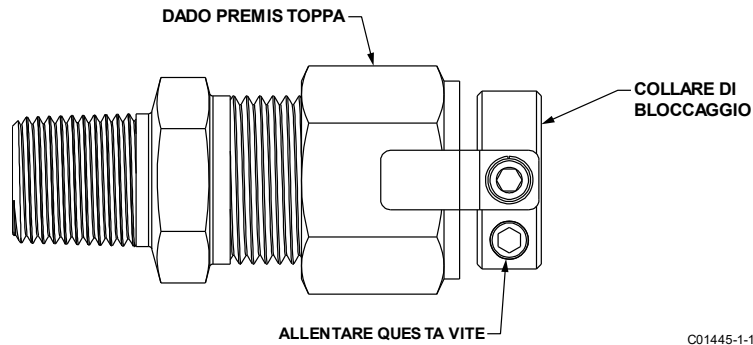

Figura 7 – Dettaglio del collare di bloccaggio della guarnizione premistoppa retrattile
- Allentare la vite a testa cava esagonale sul lato del collare di bloccaggio. Vedasi Figura 7 di seguito.